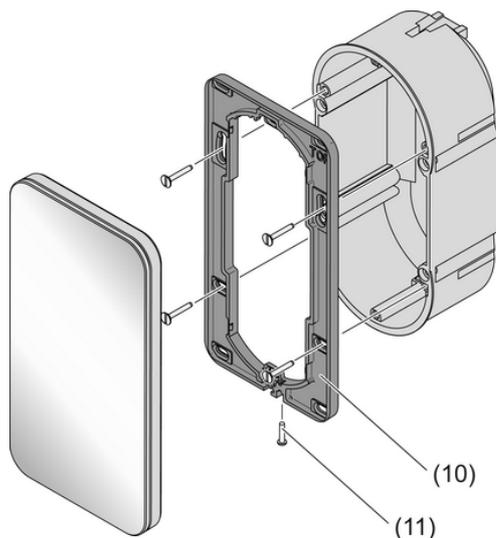

Figure 11
- Orienter le cadre de montage (10) et le visser sur la boîte d'encastrement ou le mur (figure 11). Respecter le marquage **TOP** = EN-HAUT. Utiliser le jeu de vis fourni.
- Raccorder la tension d'alimentation à la borne (5).
- Raccorder la tension du bus KNX à la borne (7).
- En option : raccorder la sonde de température externe à la borne (6).
- Serrer la vis de fixation (11) au bas du cadre de montage. Utiliser un tournevis cruciforme de type Pozi-Drive de taille 0.